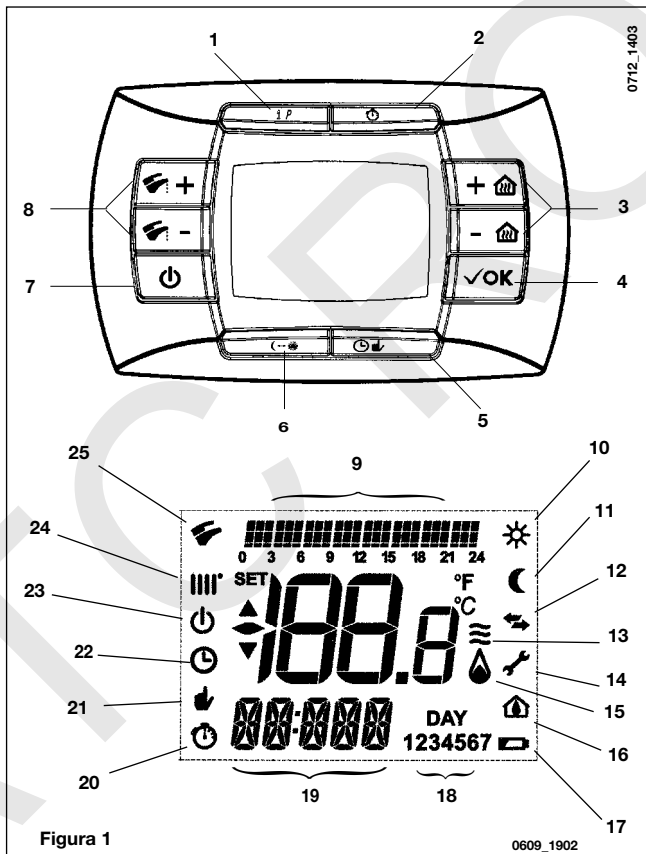

Figura 1
- Apretar el pulsador  del control remoto (figura 1) para seleccionar el modo de funcionamiento de la caldera como se describe en el apartado 1.2.
La regulación de la temperatura ambiente () y del agua caliente sanitaria () se efectúa apretando los correspondientes pulsadores +/- (figura 1).
Durante el funcionamiento de la caldera en calefacción, en la pantalla de la figura 1 se visualiza el símbolo () y la temperatura ambiente (°C).
Durante el funcionamiento de la caldera en sanitario, en la pantalla de la figura 1 se visualiza el símbolo () y la temperatura ambiente (°C).